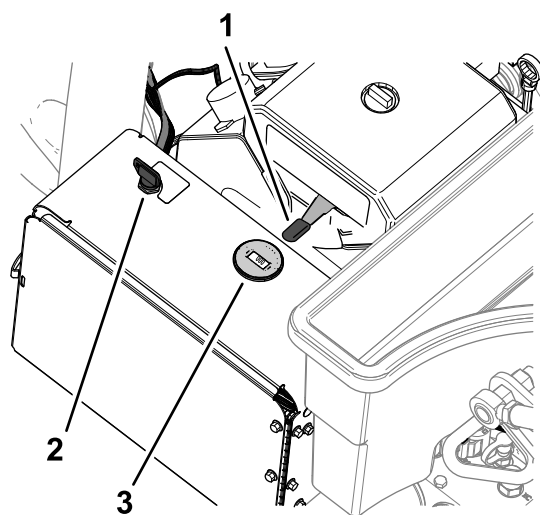

Figure 70
2. Utilisez la commande du volet de départ (Figure 70) comme suit :